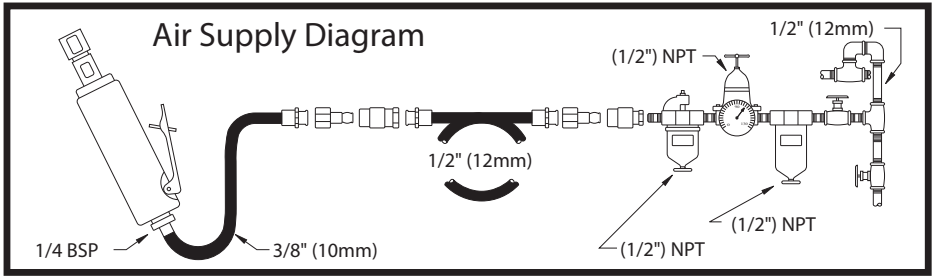

Fig. 01
3. Operation (See figures 01, 02 & 03)
- Connect device as shown in Fig. 01.
- To start the machine, pull the trigger (A). Machine speed is increase by increasing pressure on the trigger. Release the trigger to stop.
- Das Gerät wird in Abb. 01 gezeigt anschließen.
- Um die Maschine zu starten, muss der Auslöser (A) gezogen werden. Der Druck auf den Abzug bestimmt die Geschwindigkeit des Motors. Um die Maschine zu stoppen, den Auslöser wieder freigeben.